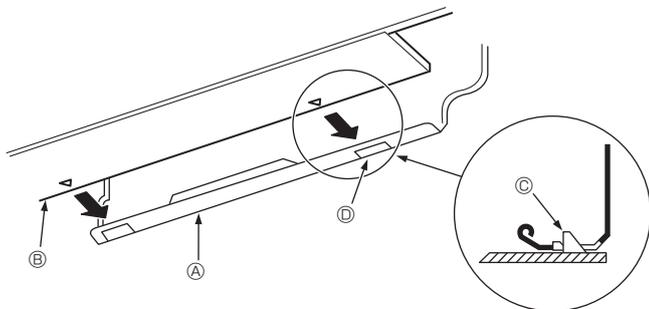

Fig. 3-15
3. För in kylmedelsrören och dräneringsslangen i väggens genomträngningshål (genomträngningshylsa) och häng samtidigt toppen av inomhusenheten på monteringspanelen ①.
5. Fäst genom att skjuta på den nedre delen av inomhusdelen på monteringspanelen ①. (Fig. 3-15)
- * Kontrollera att knapparna på botten av inomhusenheten är säkert fasthakade på monteringspanelen ①.
- ① Monteringspanel
- ② Inomhusenhet
- ③ Krok
- ④ Fyrkantigt hål